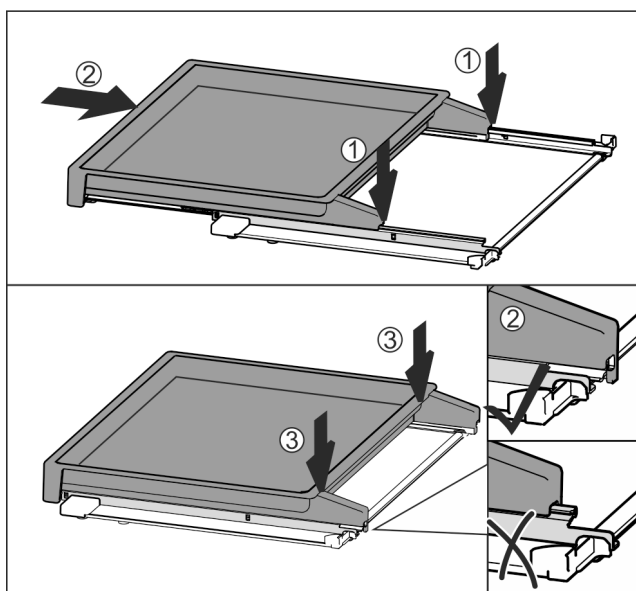

Fig. 134
- Nasadte vyťahovaciu poličku centricky na koľajničky Fig. 134 (1).
- Úplne zasunúte vyťahovaciu poličku Fig. 134 (2).
- Tlačte na zadnú stranu, kým počuteľne nezapadne Fig. 134 (3).